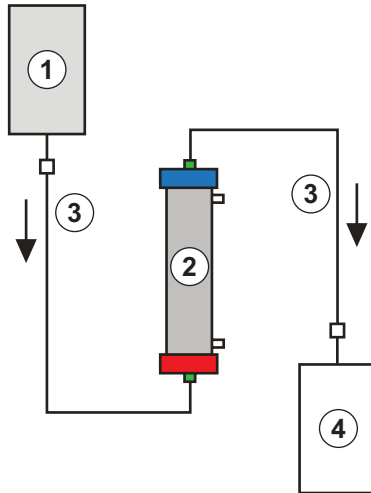

Abb. 10-11 Aufbau zum Spülen des Ultrafilters
Materialien: siehe Legende zu Abb. 10-11
2. Die zweite Verbindungsleitung und den Leerbeutel, wie in Abb. 10-11 dargestellt, mit der blauen, plasmaseitigen Öffnung des Filters verbinden.